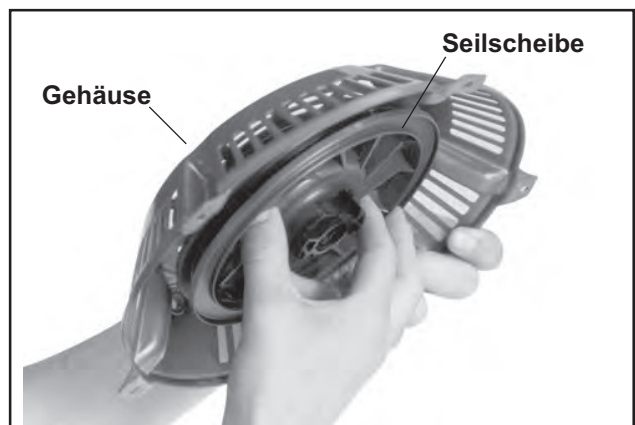

Abbildung 7-6. Entfernung der Seilscheibe aus dem Gehäuse.
7. Die Seilscheibe leicht von einer Seite auf die andere drehen und vorsichtig aus dem Gehäuse entnehmen. Siehe Abbildung 7-6. Wenn sich Seilscheibe und Gehäuse nur schwer voneinander trennen lassen, ist eventuell die Feder mit dem Anlassergehäuse verbunden oder steht noch unter Spannung. Die Seilscheibe wieder in das Gehäuse schieben und Punkt 5 wiederholen, bevor Seilscheibe und Gehäuse voneinander getrennt werden.